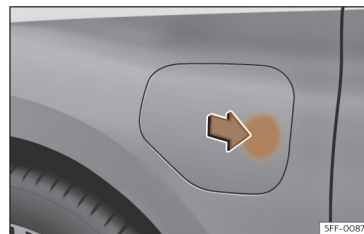

Fig. 61 Abertura da tampa da tomada de carregamento.
- Pressione a tampa da tomada de carregamento da bateria na zona da seta para abri-la >>> **Fig. 61**.